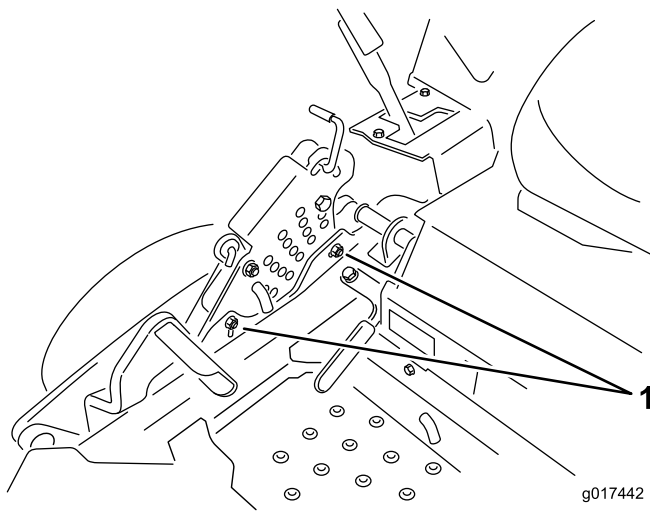

Bild 72
12. Zum Einstellen der zentralen Einstellung lösen Sie die zwei Schrauben unten an der Schnitthöhenplatte. Siehe Bild 72.
14. Ziehen Sie die Schrauben unten an der Schnitthöhenplatte an (Bild 72). Ziehen Sie sie auf 37 bis 45 Nm an.